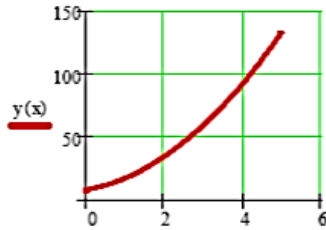

Рис. 4.7. Графік функцій з вісями та сіткою
2. Змінити на побудованих раніше графіках (рис. 4.7):